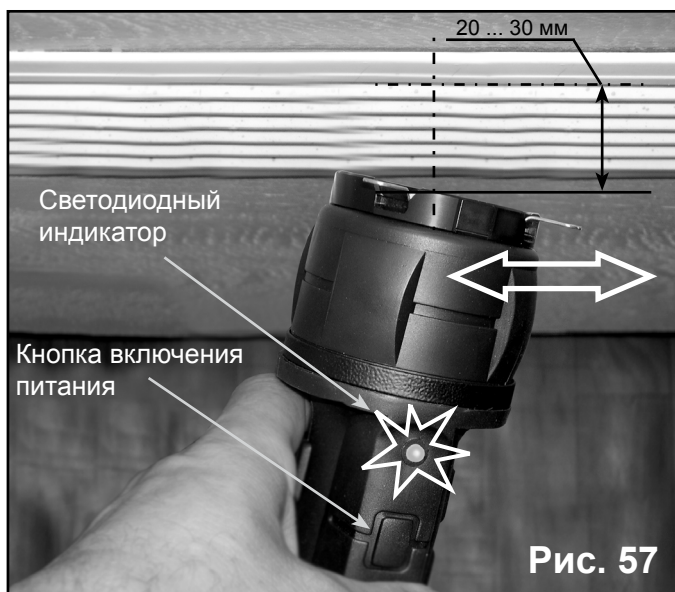

Рис. 57
Свечение светодиодного индикатора (Рис. 57) прерывистым красным цветом свидетельствует о разряде аккумуляторной батареи (см. стр. 26).
4. Обследование поверхности предмета следует производить плавными движениями без рывков на расстоянии 20...30 мм (Рис. 57, 58).